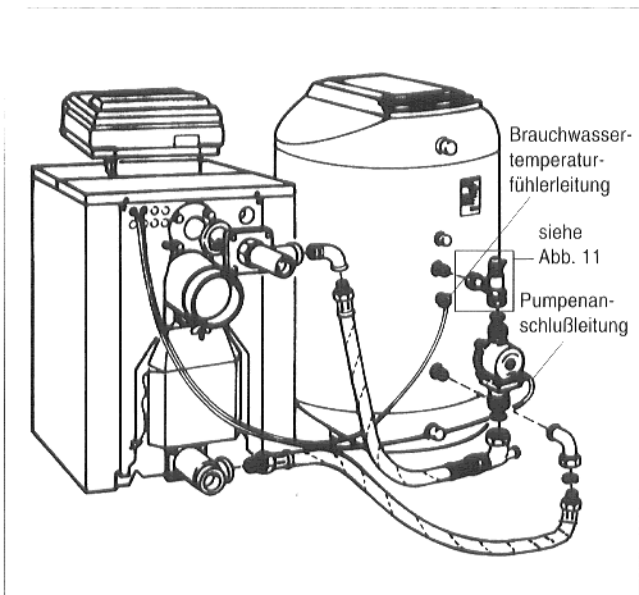

Abb. 10
- Brauchwassertemperaturfühler und Pumpenanschlußleitung sorgfältig verlegen (Montageanweisung des Heizkessels bzw. des Speicher-Brauchwassererwärmers; Abb. 10).
- Heizkessel am Füll- und Entleerungshahn langsam füllen (Abb. 10).